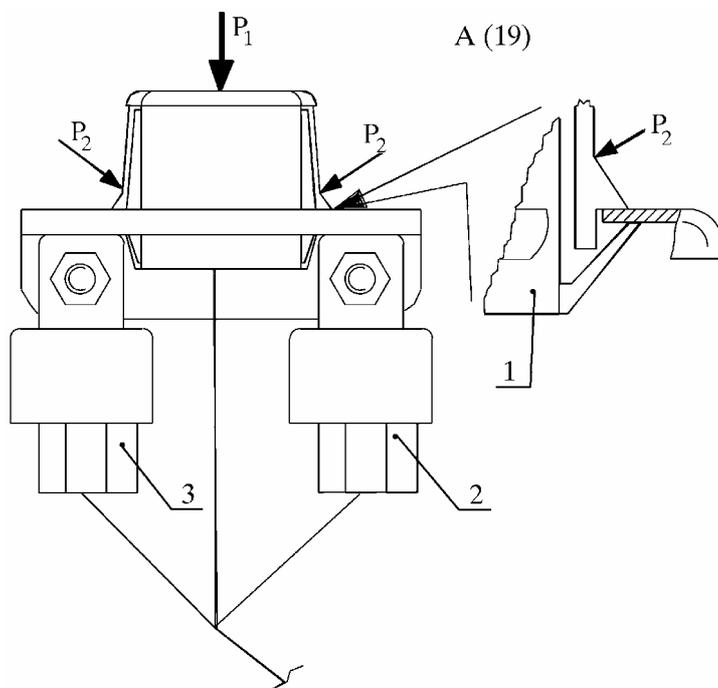

Рис. 23. Отсоединение жгута проводов от кронштейна на брызговике правого переднего крыла и от реле бензинового насоса и реле главного:
9.2. Снять реле бензинового насоса и реле главное, отсоединить от них колодки 2 и 3 (рис. 23) жгута проводов по пп. 11.1, 11.2.